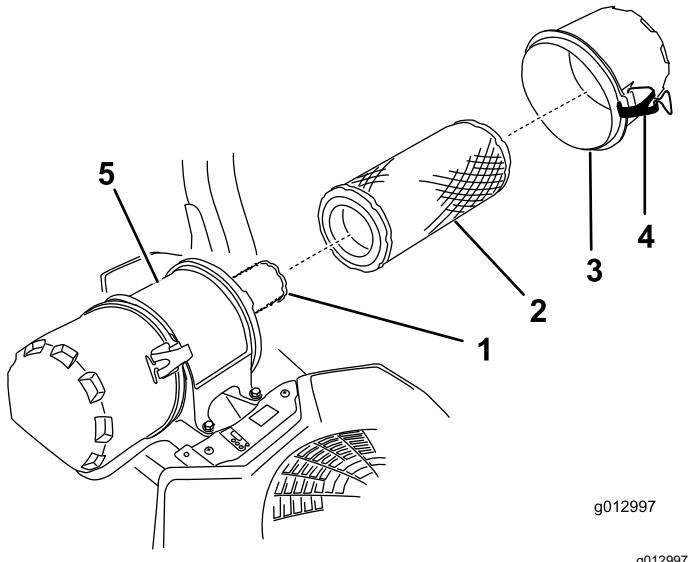

Figura 41
6. Abra los cierres del limpiador de aire y tire de la tapa de la entrada de aire para separarla del cuerpo del limpiador de aire (Figura 41).
8. Extraiga con cuidado el filtro primario de la carcasa del limpiador de aire (Figura 41).
2. Si va a cambiar el filtro interno, deslícelo cuidadosamente en el cuerpo del filtro (Figura 41).
3. Deslice cuidadosamente el filtro primario por encima del filtro de seguridad (Figura 41).
4. Instale la tapa del limpiador de aire y fije los cierres (Figura 41).